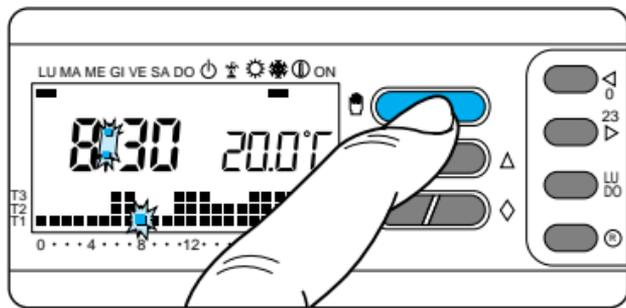

Fig. 50
**9.10** - Pulse nuevamente el botón  para volver al funcionamiento AUTOMÁTICO (fig. 50).